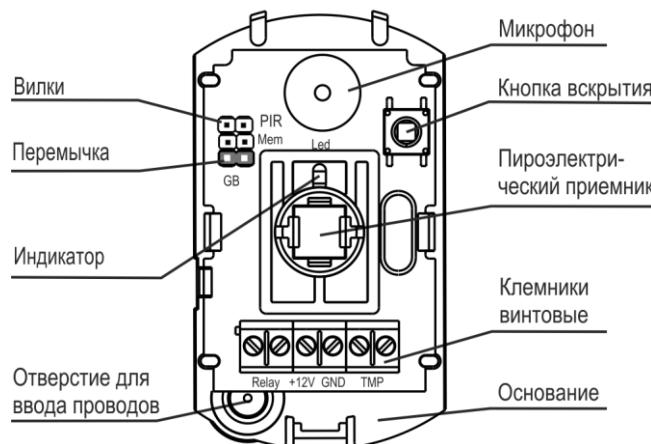

Рисунок 4
**5.1** Конструктивно извещатель выполнен в виде блока, состоящего из основания и съемной крышки. Внутри блока смонтирована печатная плата с расположенными на ней радиоэлементами и клеммниками винтовыми для внешних подключений (рисунок 4).